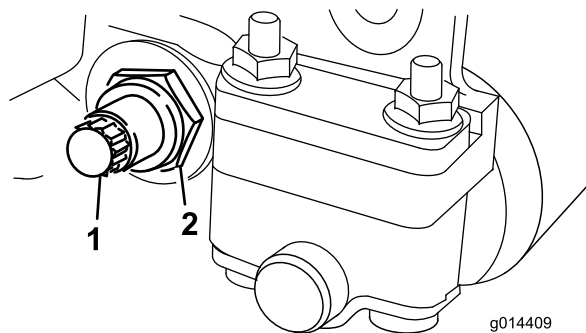
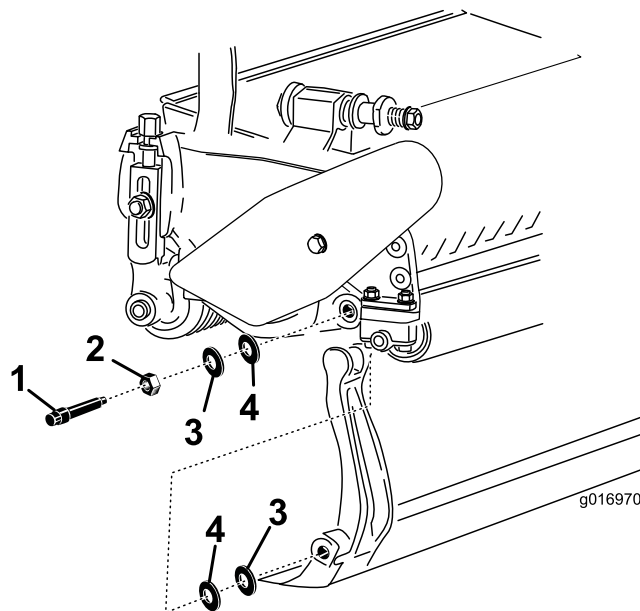

Рисунок 17
Рисунок 18
2. Отверните гайку натяжения пружины настолько, чтобы шайба уже не прижималась к неподвижному ножу (Рисунок 17).
3. С каждой стороны машины ослабьте контргайку крепления болта неподвижного ножа (Рисунок 17).
4. Выверните все болты неподвижного ножа, что позволит отвести неподвижный нож вниз и снять его с болта машины (Рисунок 17). Помните о наличии двух нейлоновых и двух штампованных стальных шайб с каждой стороны неподвижного ножа (Рисунок 18).
2. Прикрепите неподвижный нож к пластине с каждой стороны с помощью болтов неподвижного ножа (гаек на болтах) и 4 шайб (всего 8 шт.). Установите нейлоновую шайбу с каждой стороны выступа боковой пластины. Установите стальную шайбу с наружной стороны каждой из нейлоновых шайб (Рисунок 18).